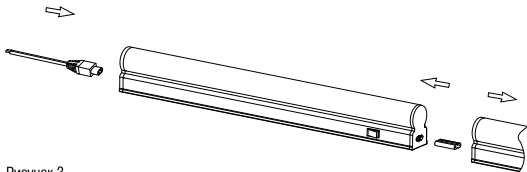

Рисунок 3
5.2 Конструкцией светильника предусмотрено шлейфовое соединение до десяти светильников в ряд (рисунок 3).